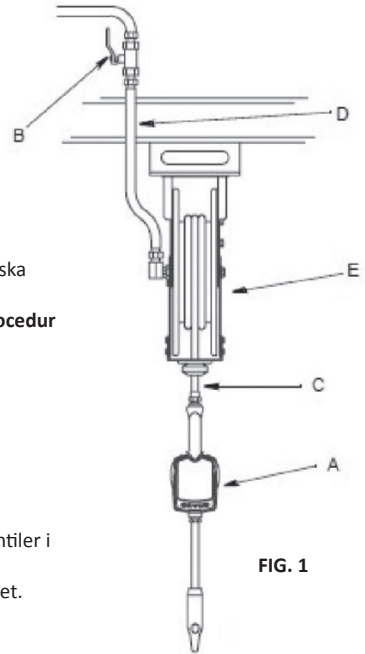

FIG. 1
FIG. 1 visar en normal installation av slangrulle.
1. Stäng vätskeavstängningsventilen (B, FIG. 1) i varje doseringsläge.
5. Öppna sakta avstängningsventilen (B, FIG. 1) i doseringsläget. Spola ut tillräckligt med olja för att säkerställa att hela systemet är rent. Stäng ventilen.
2. Öppna alla avstängningsventiler i doseringsläget (B, FIG. 1) och starta pumpen för att trycksätta systemet. Se Drift, för korrekt användning av mätaren. För att säkerställa att du doserar rätt, blås ut all luft från vätskeledningarna och doseringsventilen innan du använder den.